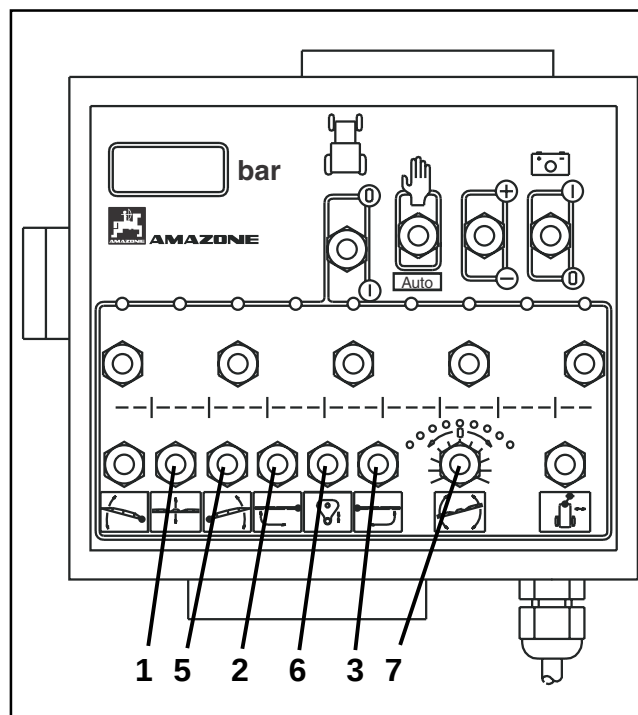

Fig. 8.28
- Tasterne (fig. 8.28/ 2 og 8.28/ 3) holdes i position "udklapning", indtil begge bomsektioner er klappet helt ud. Hydraulikcylindrene låses og sprøjtebommen er i arbejdsstilling.
- Tasterne (fig. 8.28/ 4 og 8.28/ 5) holdes i positionen "afvinkling", indtil begge bomsektioner er klappet ned i vandret stilling.
Tasterne (fig. 8.28/ 2 og 8.28/ 3) holdes i position "udklapning", indtil de enkelte bomsektioner er foldet helt fra hinanden. Hydraulikcylindrene låses og sprøjtebommen er i arbejdsstilling.
- Tasterne (fig. 8.28/ 2 og 8.28/ 3) holdes i position "udklapning", indtil de enkelte bomsektioner er foldet helt fra hinanden. Hydraulikcylindrene låses og sprøjtebommen er i arbejdsstilling.